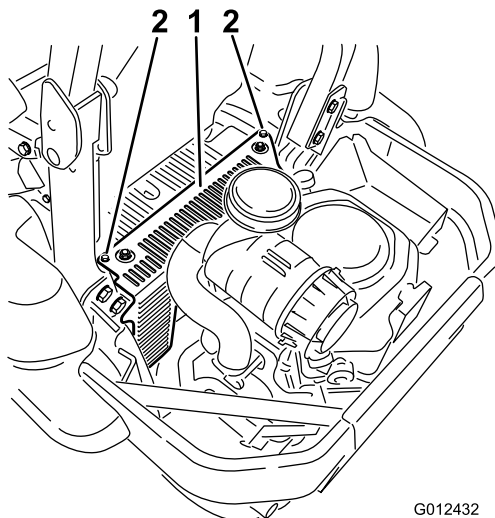

Bild 54
3. Entfernen Sie die zwei Schrauben, mit denen die Haube der Hydraulikanlage befestigt ist (Bild 54). Jetzt ist die vordere Zündkerze zugänglich.
5. Setzen Sie die Haube der linken Hydraulikanlage auf (Bild 54).